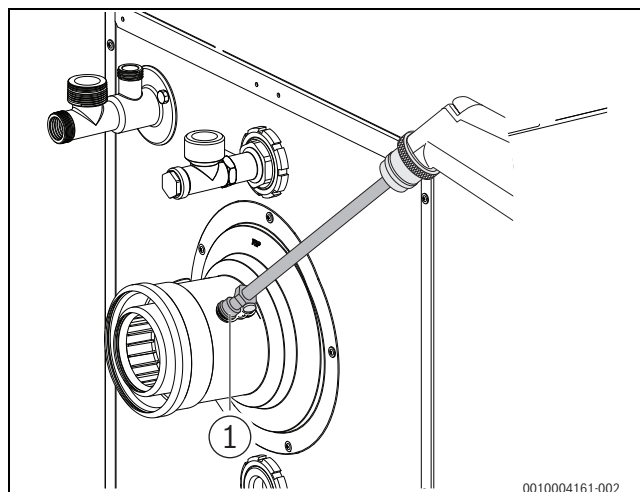

Fig. 57 Enregistrer les valeurs mesurées
- ▶ Maintenir la sonde de mesure dans le courant primaire du conduit de fumées à travers l'orifice de mesure (→ figure 57, page 31) puis contrôler la teneur en CO₂/O₂.